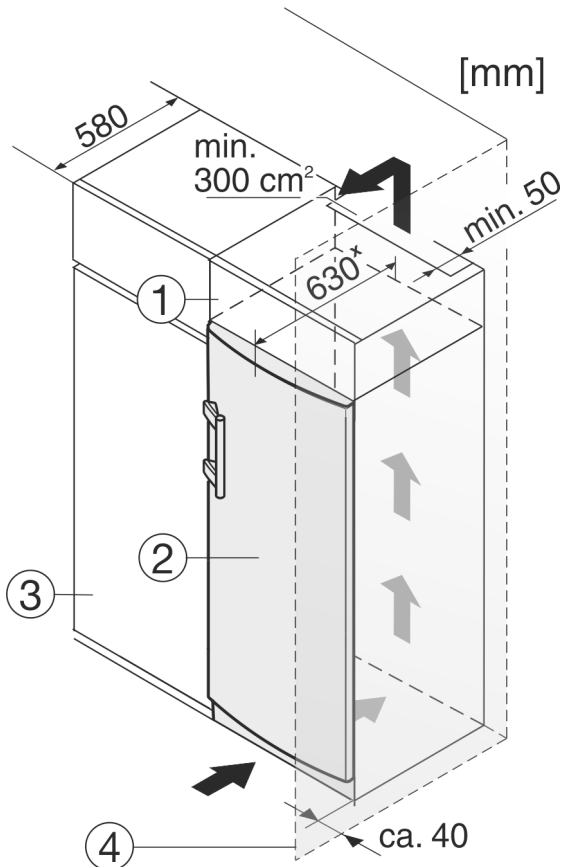

Fig. 10
Aparatul poate fi refăcut cu dulapuri de bucătărie. Pentru a aduce aparatul Fig. 10 (2) la același nivel cu mobilierul de bucătărie, se poate monta deasupra aparatului un dulap suspendat Fig. 10 (1).
În cazul conversiei constructive cu dulapuri de bucătărie (grosime max. 580 mm), aparatul poate fi amplasat direct lângă dulapul de bucătărie Fig. 10 (3). Aparatul iese în afară în partea laterală cu 34 mm \* și în centrul aparatului cu 50 mm \* în raport cu suprafața frontală a dulapului de bucătărie.
Atunci când aparatul este montat cu balamalele lângă un perete Fig. 10 (4), distanța dintre aparat și perete trebuie să fie de cel puțin 40 mm. Această valoare corespunde proeminenței mânerului cu ușa deschisă.